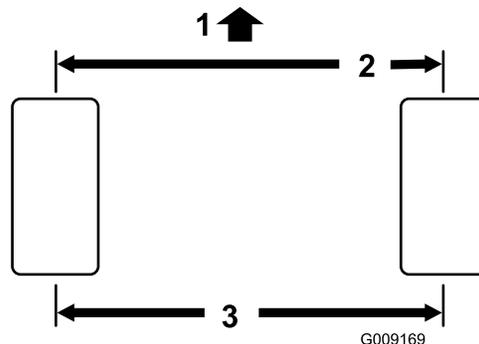

図 48
5. 前輪の前と後ろで、左右のタイヤの中央線間距離を測る計測はアクスルの高さで行う(図 48)。前輪のトーインの適正值は 0-6 mm です。